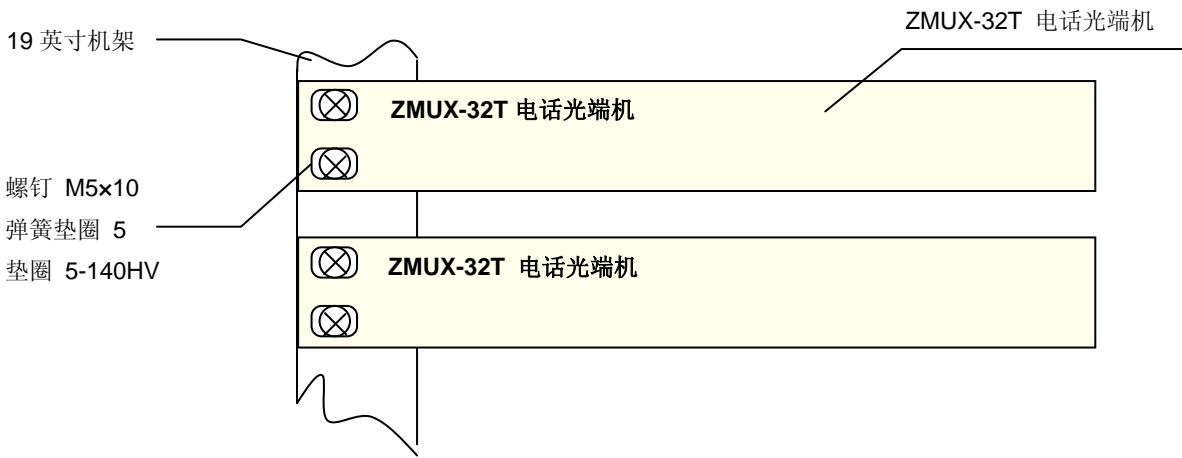

图 6-6：设备上架装配示意图
- 6.5.1 本设备可安装于 19 英寸机架（见图 6-6 所示），也可将设备放置于平稳、干燥、安全的地方。